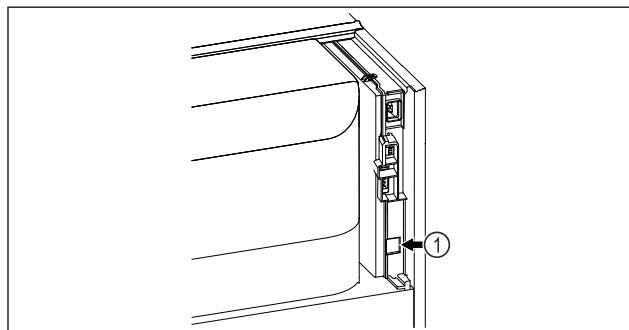

Fig. 100
☐ To SmartModule Fig. 100 (1) είναι τοποθετημένο.